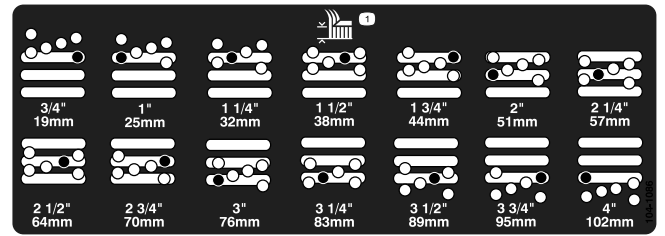

図 8
4. チェンバを支えておきながらスペーサを取り外す 図 8。
5. 希望の刈り高にチェンバを合わせ、その刈り高の穴とスロットにスペーサを通す 図 8。